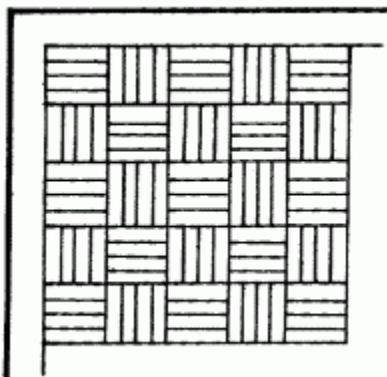

Рис. 33. Настил паркета прямым квадратом.
– прямой квадрат. Достаточно экономичный способ, в процессе работы практически не остается отходов (рис. 33);